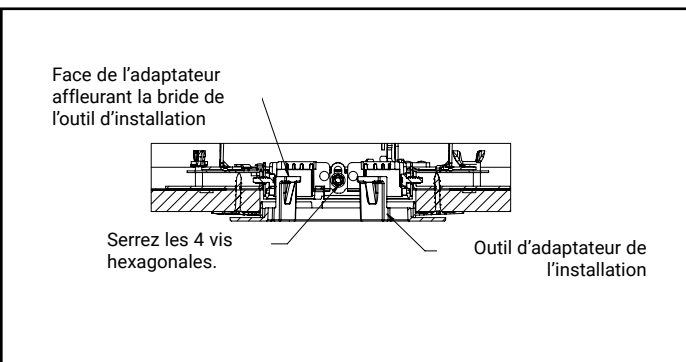

Figure 6.
15. Poussez l'adaptateur d'installation (voir la figure 6) de façon à ce qu'il soit affleurant au plafond (dans le cas des ouvrages de menuiserie) ou à l'anneau de plâtre (dans le cas de l'anneau en plâtre), pour vous assurer que les brides supérieures de l'outil d'installation reposent contre la face plate de l'adaptateur à bord coupé, où sont installés les aimants.